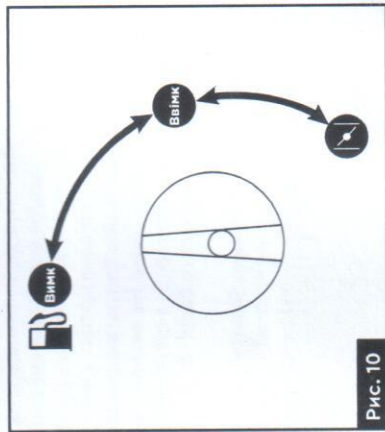

Рис. 10
3. Перевірте рівень палива та оливи. Переконайтеся, що тумблер на панелі керування встановлений у положення «Вимк» (рис. 10).